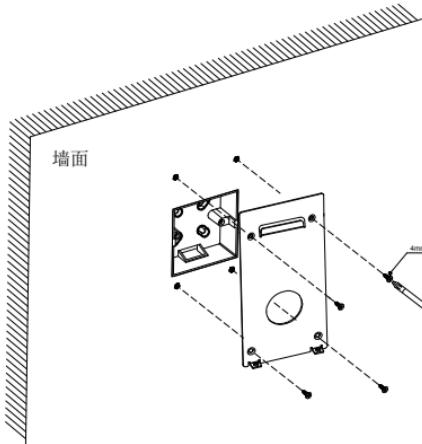
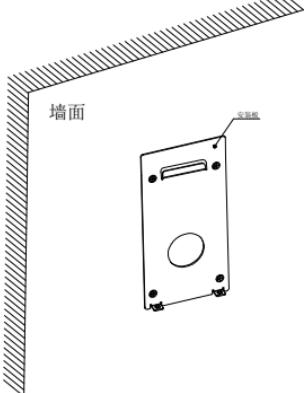

图 4-1
图 4-2
1、用螺丝刀和4 mm自攻螺丝将安装板锁紧至与墙面贴平，如图4-1所示，安装后效果如图4-2所示